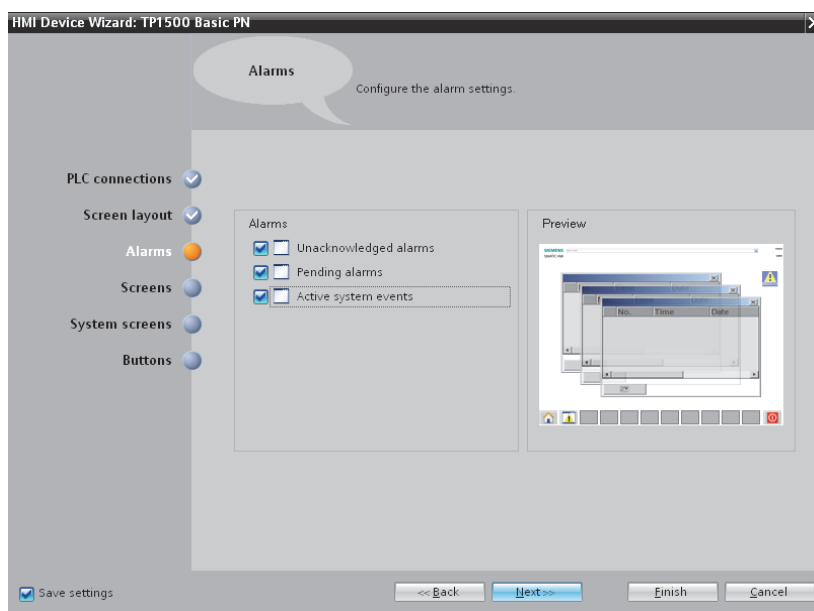

Рис. 1.30. Активация параметров
– убедитесь, что отображаемые параметры активируются в диалого «Alarms» и нажмите «Next» (рис. 1.30);